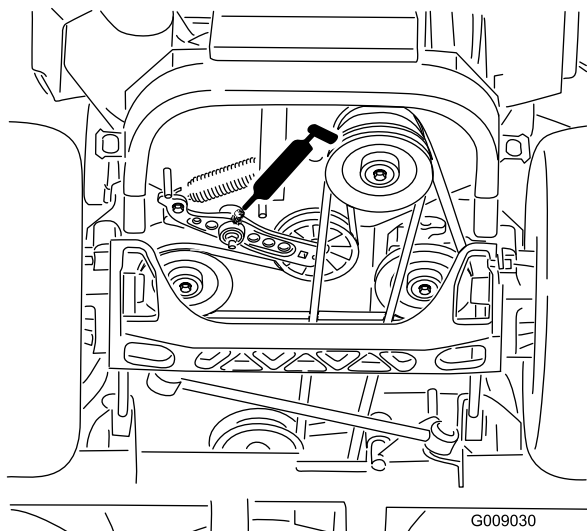

Figura 45
- Ingrassate il braccio di rinvio della cinghia di trasmissione (Figura 45).